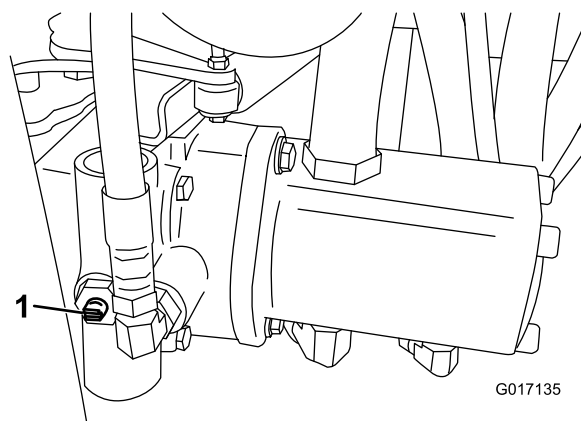

Figure 27
1. Localisez la vanne de dérivation sur la pompe et tournez-la jusqu'à ce que la fente soit verticale (Figure 27).
2. Avant de mettre le moteur en marche, fermez la vanne de dérivation (fente horizontale) (Figure 27). Ne mettez pas le moteur en marche quand la vanne est ouverte.